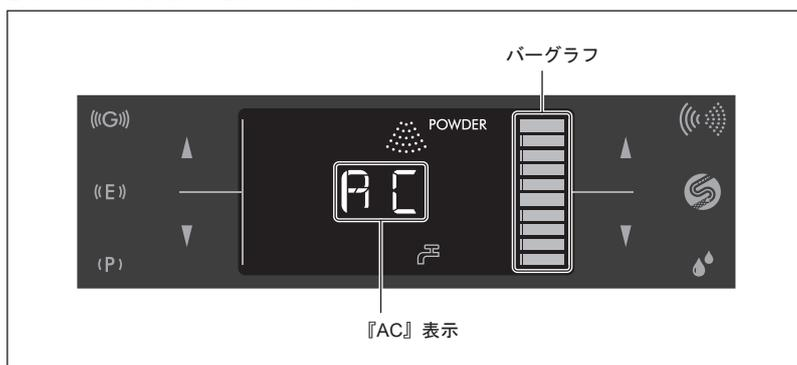

図39
- 6) クリーニング時間は約45秒です。クリーニング中は、液晶パネルに『AC』と表示され、バーグラフで残時間の目安を確認できます（図39）。